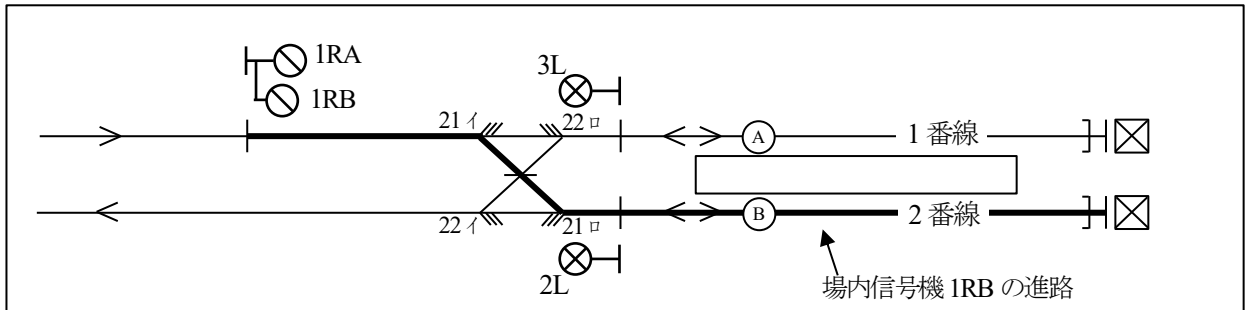

図1
- ① 線路の曲線や分岐器の制限速度を決める際、考慮すべき事項を述べなさい。また、速度制限超過に伴う事故を防ぐために、所定の位置において一定の速度を超える速度で列車が走行しているときに、列車の速度を自動的に当該速度制限箇所、停止限界箇所等の手前までに安全上支障のない速度まで減速させ、または停止させることが求められる。これを実現するATSを設計する際、設計上考慮すべき列車の進入速度の考え方を述べなさい。
- ② ATSの方式を任意に1つ選定し、その機能概要を示した上で、図1に太線で示す進路(1RB)の防護、および同進路内での速度制御に関してATSを設計する際、防止すべき危険事象を3つ挙げ、ATSによる防護方法の概要を述べなさい。ただし、選定するATSは車上装置のデータベース内に曲線や分岐器のキロ程および制限速度の情報を保持し、列車の位置に応じて自動的に制限速度を超えないよう運転速度を制御する方式のものを除く。